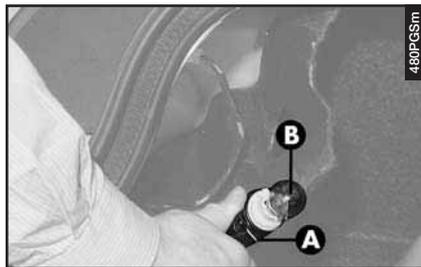

fig. 59
LUCI DI DIREZIONE E DI POSIZIONE/ARRESTO (fig. 59)
- Estrarre il portalamпада (A-fig. 59) ruotandolo in senso antiorario.
- Rimuovere e sostituire la lampada (B) (di tipo sferico con innesto a baionetta) spingendola leggermente e ruotandola in senso antiorario.